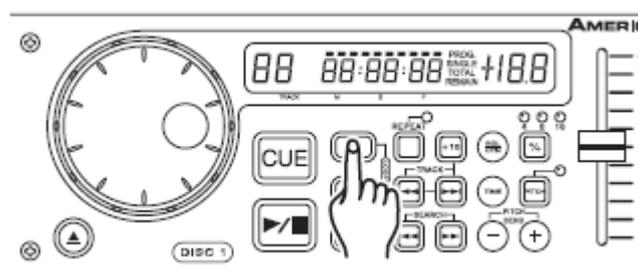

Figura 17
2) Pulse el BOTÓN IN(4). Así se establecerá el punto de inicio del BUCLE CONTINUO (figura 17). El LED del BOTÓN IN parpadeará.